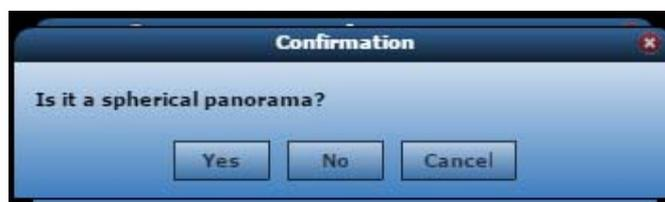

Рис. 4. Запрос: является ли панорама сферической
2. Сервер выдает запрос – является ли загружаемая панорама сферической (рис. 4). Поскольку в нашем случае это так и есть, нажимаем кнопку **Yes**.